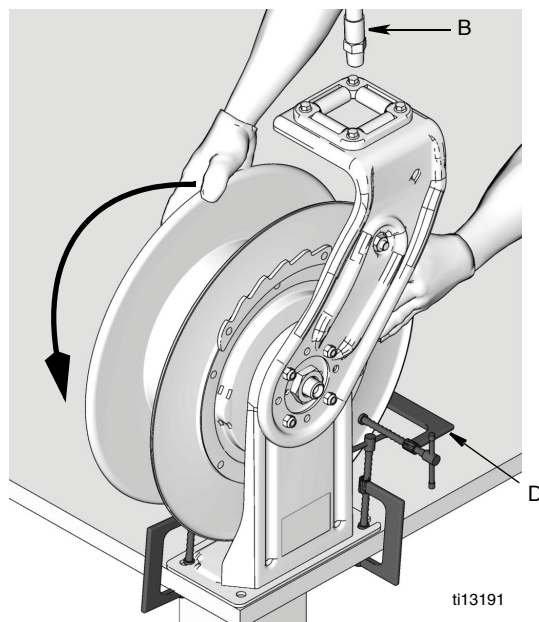

Рис. 11
2. Перед установкой шланга прикрепите к щеке барабана зажимную скобу (D) во избежание произвольной расфиксации и свободного вращения барабана. (Рис. 11).
4. Надев плотные перчатки, крепко схватите наружный край щеки барабана обеими руками. Прокрутите барабан, сделав должное количество оборотов (см. справочную таблицу после шага 1), поворачивая в направлении, указанном на Рис. 11.
8. При использовании соедините конец шланга (B) с шарниром шлангового барабана (A). Затем осторожно снимите зажимную скобу (D) (Рис. 11).